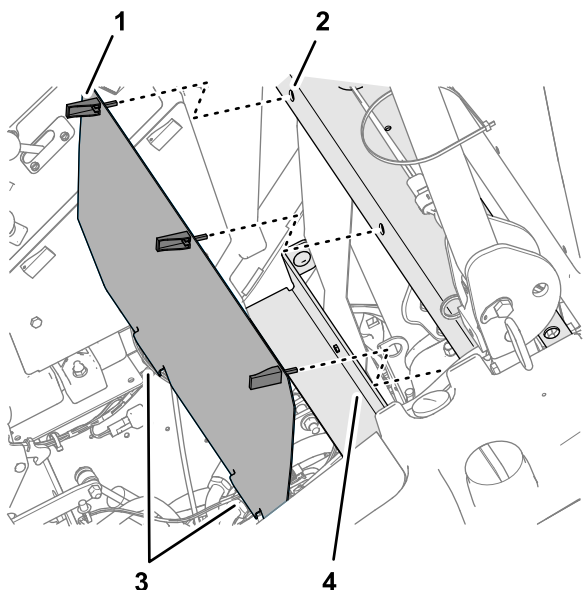

Bild 22
1. Fluchten Sie die zwei Nasen an der Unterseite der hinteren Abdeckung mit dem Flansch der Sitzstütze aus (Bild 22).
2. Fluchten Sie die Riegel der hinteren Abdeckung mit den Löchern im Querkanal aus (Bild 22).
3. Befestigen Sie die Abdeckung mit den drei Riegeln am Kanal (Bild 22).